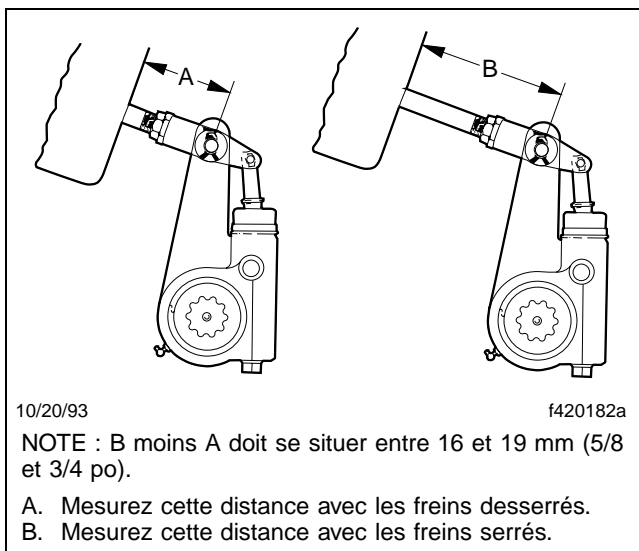

Fig. 11.17, Vérification de la course des freins, levier à réglage automatique Meritor
Les freins complètement desserrés, mesurez la distance entre le bas du récepteur de freinage et le centre du gros axe de chape. Voir la **figure 11.17**, Réf. A.
Tout en serrant les freins, utilisez un levier pour déplacer le levier réglable. Encore une fois, mesurez la distance entre le bas du récepteur de freinage et le centre du gros axe de chape. Voir la **figure 11.17**, Réf. B.
- Les freins complètement desserrés, mesurez la distance entre le bas du récepteur de freinage et le centre du gros axe de chape. Voir la **figure 11.17**, Réf. A.
- Faites monter la pression d'air à 690 kPa (100 psi), puis coupez le moteur. Les freins complètement serrés, mesurez la distance entre le bas du récepteur de freinage et le centre du gros axe de chape. Voir la **figure 11.17**, Réf. B.